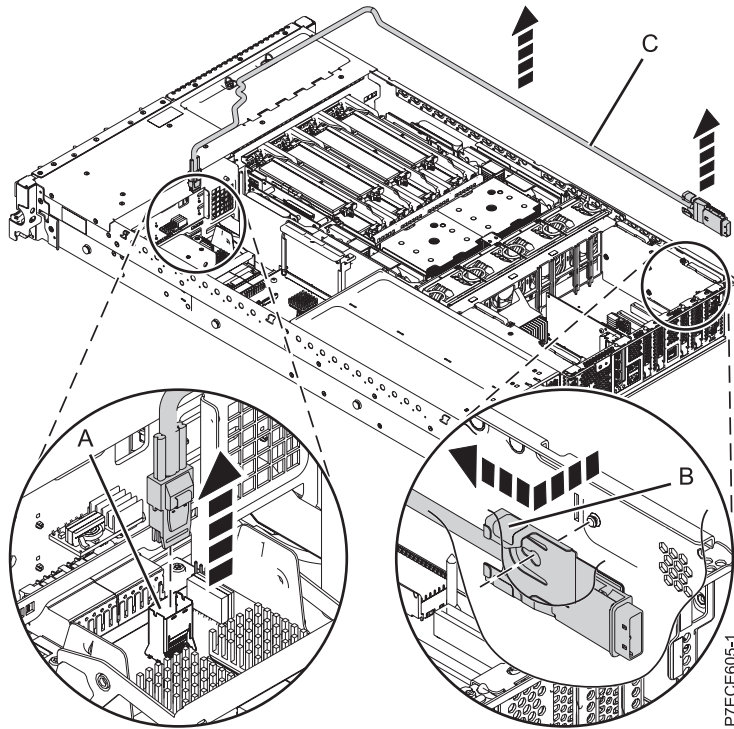

Figure 39. Retrait du port SAS externe
- 1) Appuyez sur le taquet latéral (B) et retirez le blindage SAS du port de connexion SAS externe sur le fond de panier de l'unité de disque. Voir figure 39, à la page 53.
- 2) Retirez le câble SAS (C) du système.
- 3) Appuyez sur la languette du le port de connexion SAS (A) et débranchez le câble SAS (C) du fond de panier système.